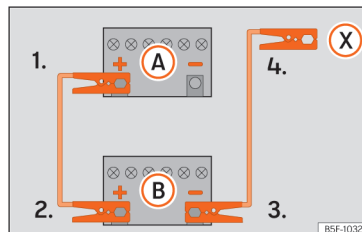

Abb. 82 Anschlussschema für Fahrzeuge ohne Start-Stopp-System.
Fahrzeugs mit der entladenen Fahrzeugbatterie (A) » Abb. 82.
3. Klemmen Sie das andere Ende des roten Starthilfekabels an den Pluspol (+) des Strom gebenden Fahrzeugs (B).
- 4a. Bei Fahrzeugen ohne Start-Stopp-System: klemmen Sie ein Ende des schwarzen Starthilfekabels an den Minuspol (-) des stromgebenden Fahrzeugs (B) » Abb. 82.